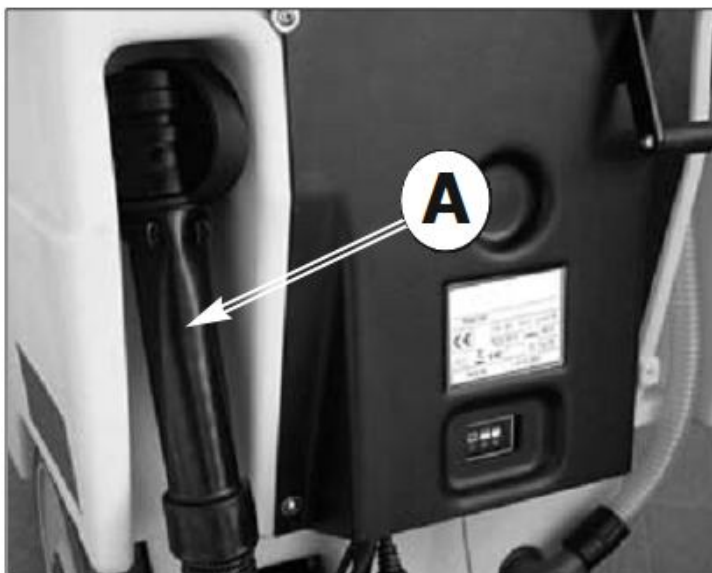

Рисунок 30
- Бак регенерации опорожняется через сливной шланг, который находится в задней левой части машины (рисунок 30 – А).